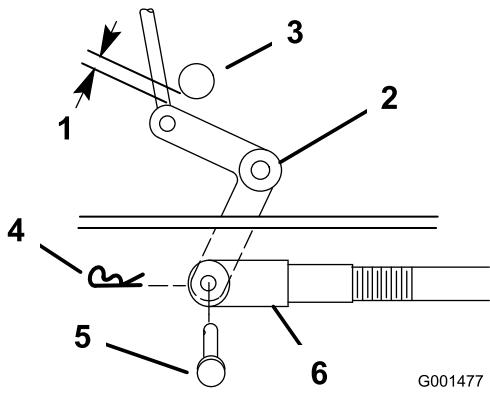
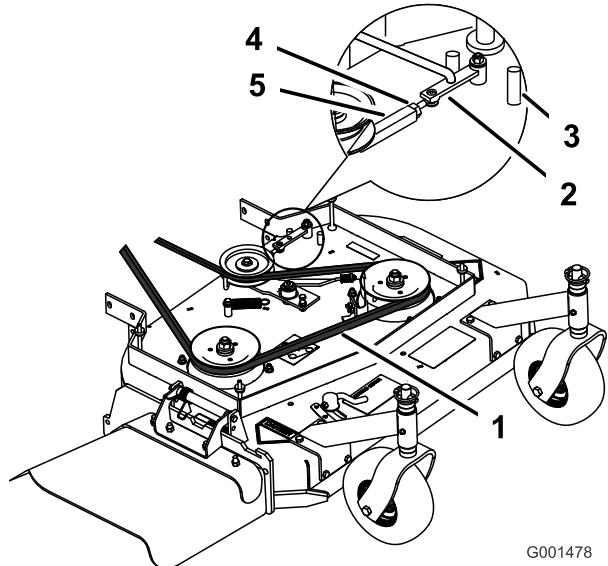
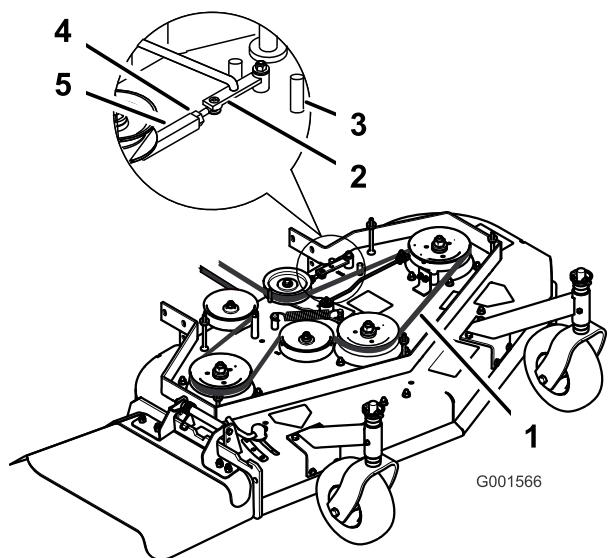

Figure 49
Figure 50
Figure 51
Remarque: La tension correcte de la courroie du tablier de coupe est de 44 à 67 Nm (10 à 15 pi-lb) avec une flèche de 13 mm (1/2 po) à mi-chemin entre les poulies (Figure 50 ou Figure 51).
9. Vérifiez l'écartement entre l'axe coudé et l'arbre de sortie de transmission (Figure 49).
11. Tournez la chape dans le sens horaire sur la tige pour accroître l'écartement, et dans le sens antihoraire pour le réduire (Figure 49).
Remarque: Si le bras d'assistance ne touche pas la butée avant du tablier de coupe (Figure 50 ou Figure 51), réglez la chape de sorte à rapprocher le levier coudé de l'arbre de sortie de transmission (Figure 49).